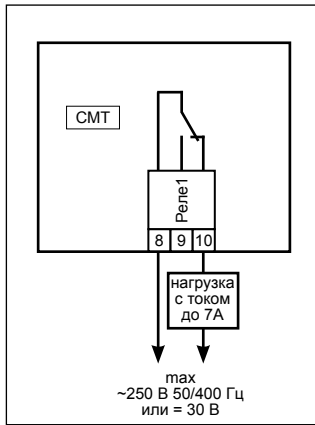

Рисунок 6. Счётчик моточасов - таймер CMT. Подключение нагрузки.
6.6 Если необходимо управление дополнительным исполнительным устройством при достижении межсервисного интервала, подключите один провод кабеля его управления в разрыв к контактам Реле1 (Рисунок 6). Для подключения нагрузки с током более 7 Ампер, необходимо применять промежуточное реле.